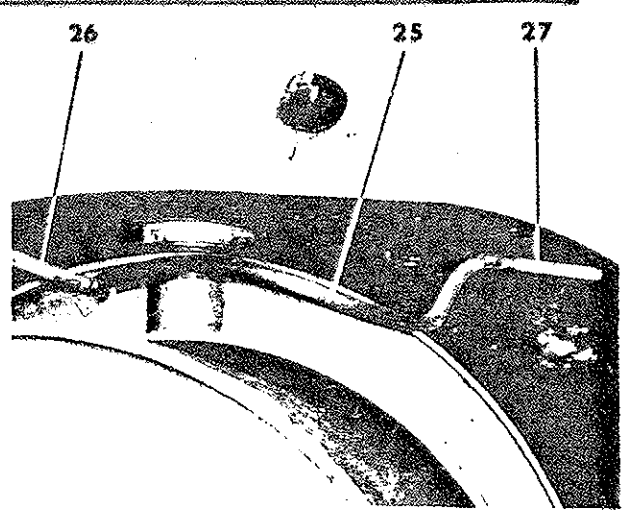

Abb. 11)
- b) Bei der ersten Inbetriebnahme der Walze ist es erforderlich, den im Werkzeugkasten befindlichen Schlauch (Abb. 11, Pos. 25) zwischen dem Anschluss des Berieselungsrohres (Abb. 11, Pos. 26) der Lenkwalze und der Rohrleitung (Abb. 11, Pos. 27) rahmenseitig einzubauen.